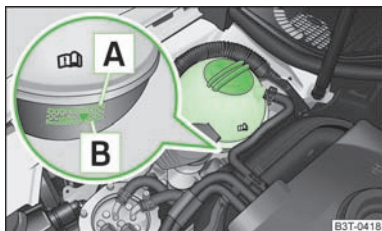

Abb. 120
Zum Nachfüllen empfehlen wir nur das Frostschutzmittel zu verwenden, dessen Bezeichnung auf dem Kühlmittelausgleichsbehälter aufgeführt ist » Abb. 120.
- Den Kühlmittelstand am Kühlmittelausgleichsbehälter prüfen » Abb. 120. Der Kühlmittelstand muss bei kaltem Motor zwischen den Markierungen **B** (min.) und **A** (max.) liegen. Bei warmem Motor kann er auch etwas über der Markierung **A** (max.) liegen.
- Einen Lappen auf den Verschlussdeckel des Kühlmittelausgleichsbehälters » Abb. 120 legen und den Deckel **vorsichtig** abschrauben.
Das Kühlmittel nicht über die Marke **A** (max.) auffüllen » Abb. 120! Überschüssiges Kühlmittel wird bei Erwärmung durch das Überdruckventil im Verschlussdeckel des Kühlmittelausgleichsbehälters aus dem Kühlsystem gedrückt.